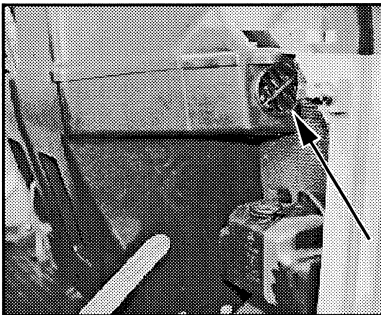

Bild 5-5
(2) Luftstromrichtung an den seitlich angebrachten Ausströmerdüsen (Bild 5-5/Pfeil) einstellen.
(1) Tourner le commutateur rotatif pour ventilation (5-4/flèche) sur la position désirée 0, 1 ou 2.
(2) Régler le volume d'air aux tuyères installées aux côtés (figure 5-5/flèche).